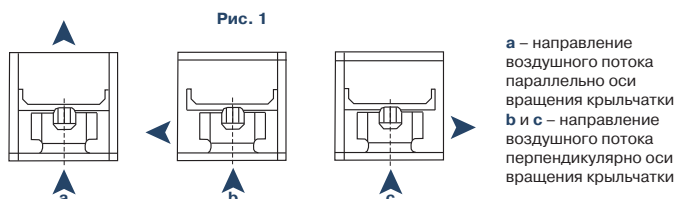

Рис. 1
- Наличие съемных панелей позволяет направлять воздушный поток параллельно или перпендикулярно относительно оси вращения крыльчатки (рис. 1).